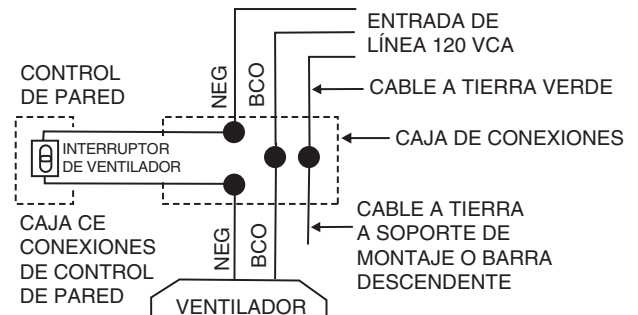

FIGURA 8
1. Conecte el cable de alimentación del ventilador (negro) y el cable de alimentación de luz (azul) al cable de alimentación de color negro de su instalación eléctrica, como se muestra en la Figura 8.